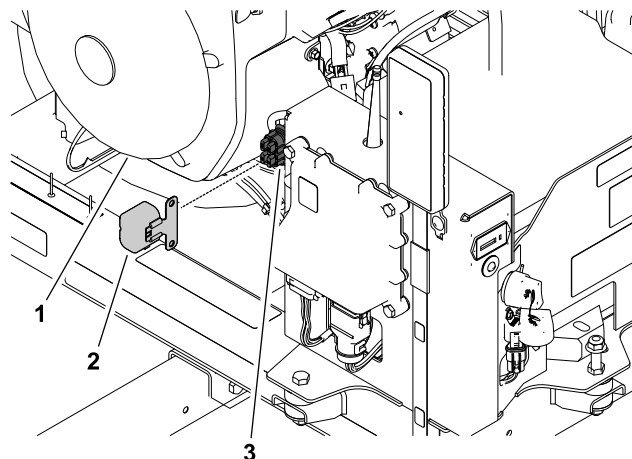

Figura 42
1. En la parte delantera interior de la columna de control, retire la tapa del bloque de fusibles (Figura 42).
2. Retire el fusible fundido del bloque de fusibles (Figura 42).
El bloque de fusibles forma parte del arnés de cables de la máquina. Está situado detrás del receptor en la parte derecha de la columna de control (Figura 42).